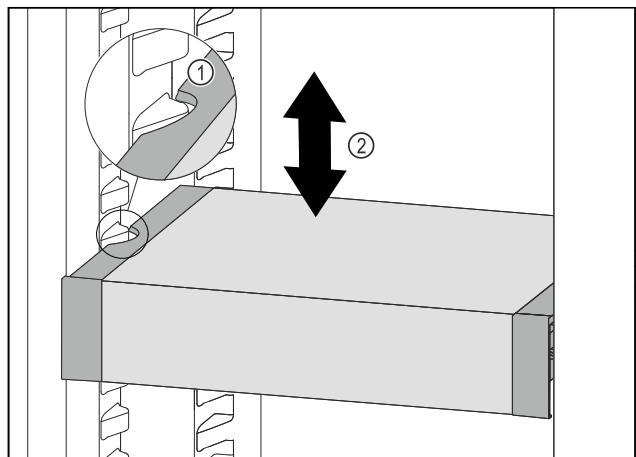

Fig. 61
- ▶ VarioSafe nach vorne ziehen, bis sich die seitlichen Aussparungen des VarioSafes auf Höhe der Behälterrippe im Kühlteil befinden. Fig. 61 (1)
- ▶ VarioSafe im Kühlteil nach oben oder unten bewegen, bis gewünschte Höhe erreicht ist. Fig. 61 (2)